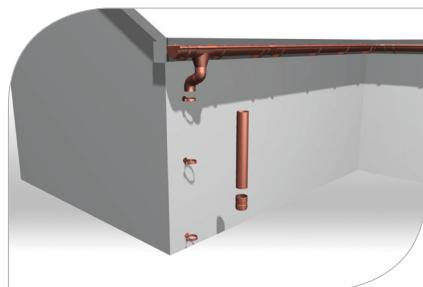

рис. 21
5.2 В хомутах разместите водосточные трубы, соединяя их при помощи муфты (**рис. 21, 22, 23**)